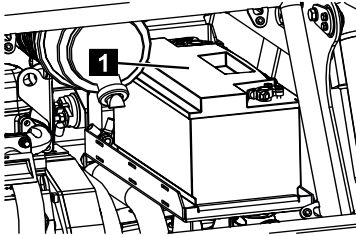

Fig. 222
4. Raccorder le câble rouge à la borne positive (Fig.222/1) de la batterie.